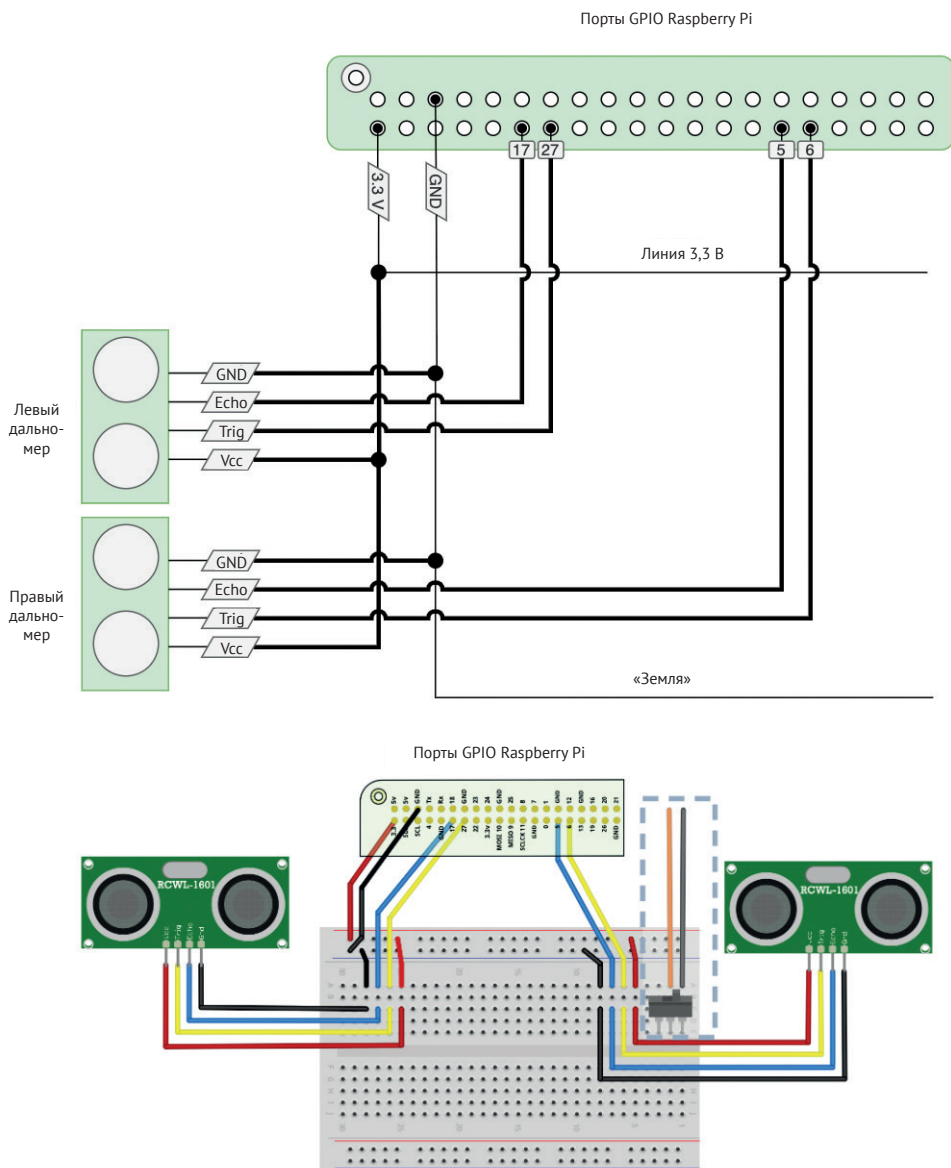

Рис. 8.15. Схема подключения датчиков
Для того чтобы подключить дальноммеры к GPIO, потребуется макетная плата. На рис. 8.15 показана подробная схема подключения.
Подключать Raspberry Pi и датчики к макетной плате следует с помощью перемычек «гнездо–штекер». Для самой макетной платы можно использовать перемычки из предварительно нарезанного провода (всего их должно быть 4). На рис. 8.15 сверху показана принципиальная электрическая схема, а снизу – вариант подключения проводов на макетной плате.
Для того чтобы подключить датчики, выполните следующие шаги руководства рис. 8.15.
- провода перегреваются? Пощупайте провода, ведущие к датчику. *Они не должны быть горячими или даже слегка теплыми!* Если вы почувствовали нагрев, немедленно извлеките батарейки, выключите Raspberry Pi и тщательно проверьте все соединения на соответствие схеме, изображенной на рис. 8.15 ;